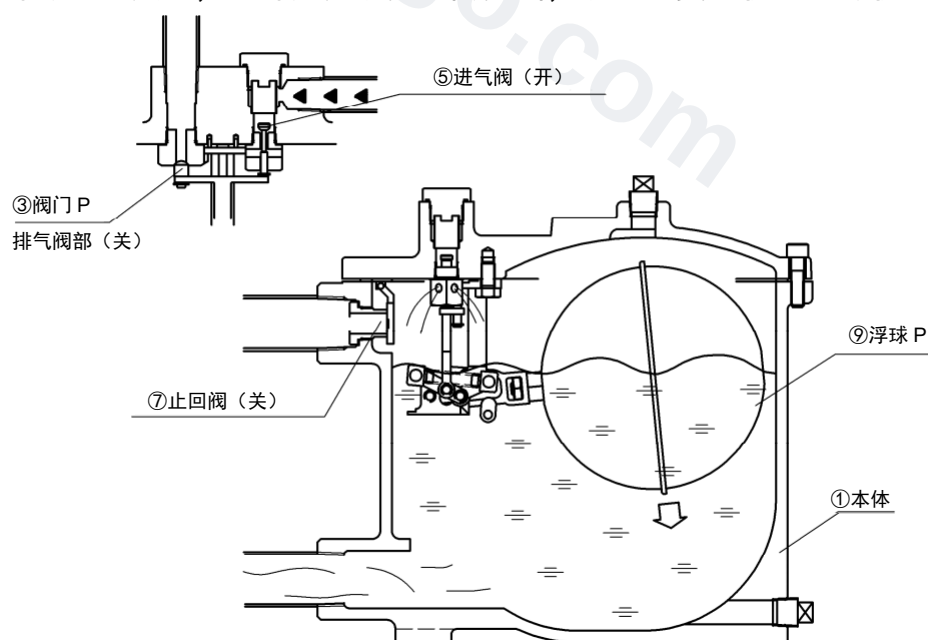

图 4: 状态 2
当冷凝水水位上升，浮球（P）⑨上升至某一高度时，通过阀门（P）③而使进气阀⑤打开，阀门（P）③的排气阀部关闭。通过打开进气阀⑤，驱动压力进入本体①内，止回阀⑦关闭，从而使冷凝水不会流入本体内。并且，本体内的冷凝水被压送至出口侧，并被排出。当冷凝水被排出时，浮球（P）⑨随着本体内的水位下降，当下降至某一高度时，进气阀⑤关闭，阀门（P）③的排气阀部打开。然后，内部压力从排气阀排出，从而恢复为状态 1 的状态。（参照图 4）